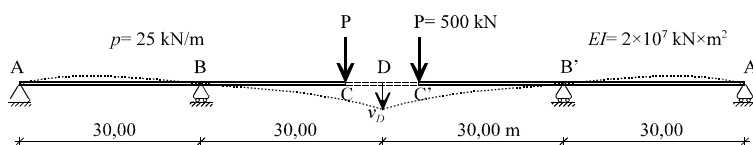

Figura 15
15) El puente $ABDB'A'$ de la figura 15 se construye avanzando progresivamente C y C' hacia D . (C y C' coincidirán en D al final del proceso.) En el momento de encontrarse C y C' en D , ambas subestructuras soportan su peso propio p y la carga puntual P de su carretón de construcción, por lo que ambas tendrán una cierta flecha v_D . Una vez encontradas, se unirán rígidamente (sin tomar ninguna medida para corregir la flecha v_D ni el punto anguloso de construcción en D) y se retirarán las cargas P . Se pide: